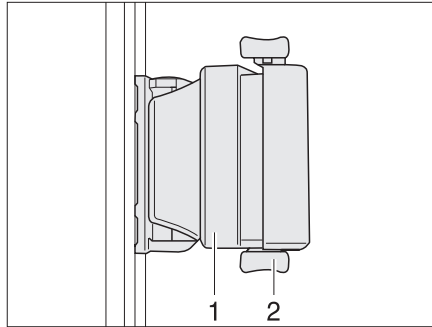

Bild 64 Schiebefenster mit Druckverriegelung
- Verriegelung (Bild 64,2) nach oben drücken.
- Griff (Bild 64,1) drücken und gleichzeitig nach vorn oder hinten schieben.